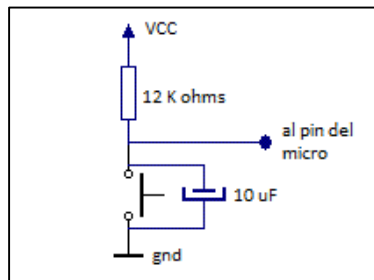

Figura 4 Un pulsador, el dato digital de entrada más sencillo
El dato digital de entrada más sencillo está conformado por un solo bit. Este es el caso del dato generado por un pulsador, conectado a una resistencia y un condensador como se muestra en la Figura 4. Para simplificar el análisis de este circuito se va a suponer que la corriente que va por el pin del micro es 0 A.
- I. ¿El circuito del pulsador de la Figura 4, es activo en alto o activo en bajo?
- II. Diseñe un circuito para un pulsador que su activación sea opuesta al de la Figura 4.